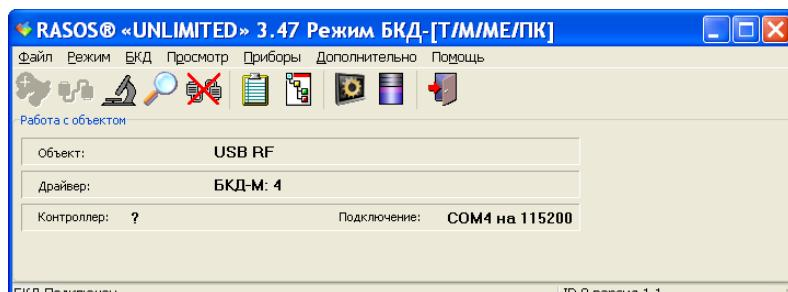

Рисунок 7 - Радиомодуль USB-433 подключен
6) Выполнить поиск виртуальных устройств, подключенных к виртуальному БКД-М, нажав на кнопку «Поиск устройств» (рисунок 7).